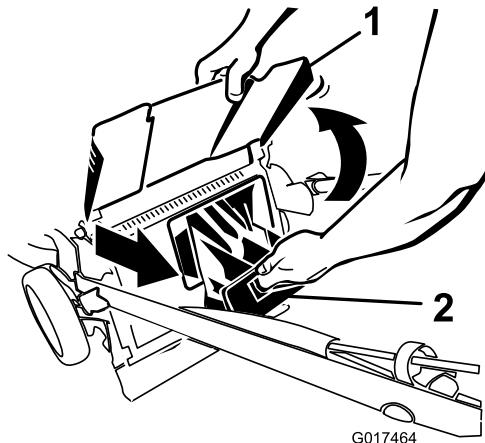

Figura 25
2. Levante y sujeté el deflector de descarga (Figura 25).
3. Saque el tapón de descarga trasera (Figura 25).